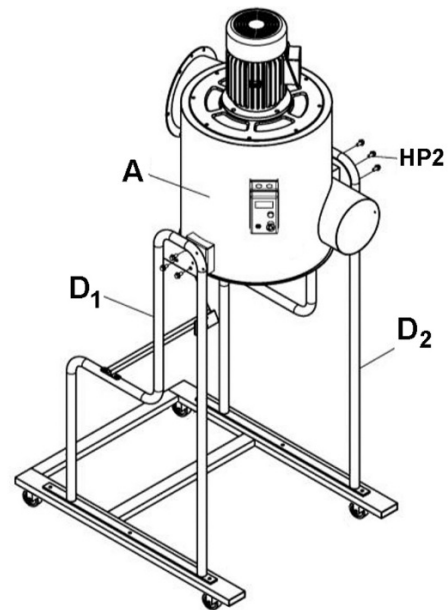

Abbildung 5
5. Das Hauptgehäuse (A) mit einer Hebevorrichtung und durch die Heberinge (die oben am Hauptgehäuse angebracht sind) gelegte Traggurte anheben. Ist keine Hebevorrichtung verfügbar, muss das Gehäuse von mindestens 2 Personen angehoben werden.
6. Das Hauptgehäuse (A) zwischen dem linken und dem rechten Ständer (D1, D2) anordnen und mit sechs Flanschkopfschrauben (HP2) sicher befestigen. Siehe Abbildung 5.